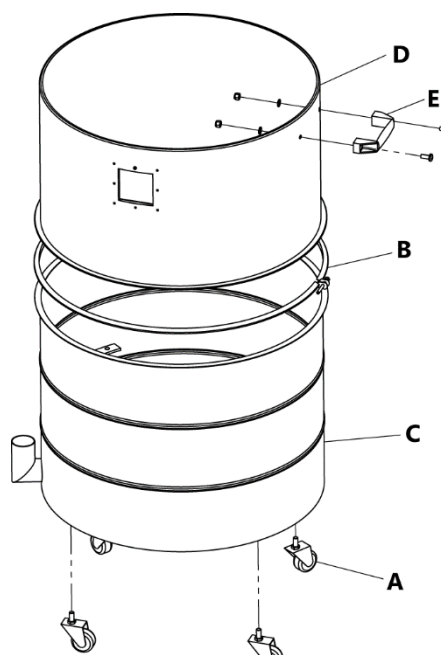

Рисунок 8.
Прикрепите четыре колеса (A) к днищу бункера отходов (C), рис. 8. При помощи V-образного зажима (B), Ø644 мм, соедините нижнюю и верхнюю части (C) и (D) бункера.